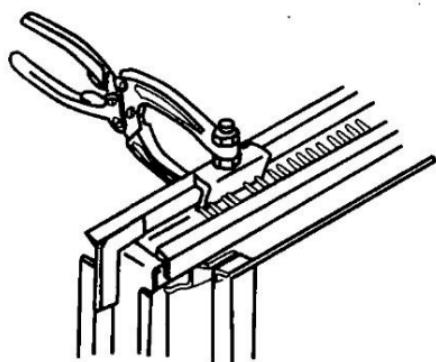

Рис. 97. Замена струны или изолятора шетки с соответствующими клеммами в решетке для разрезания блока льда.
36.11.6. Нажимая одновременно на два пружинных зажима, вставляют соединительные шпильки в петли струн решетки (рис. 97). Соединяют струны ре-